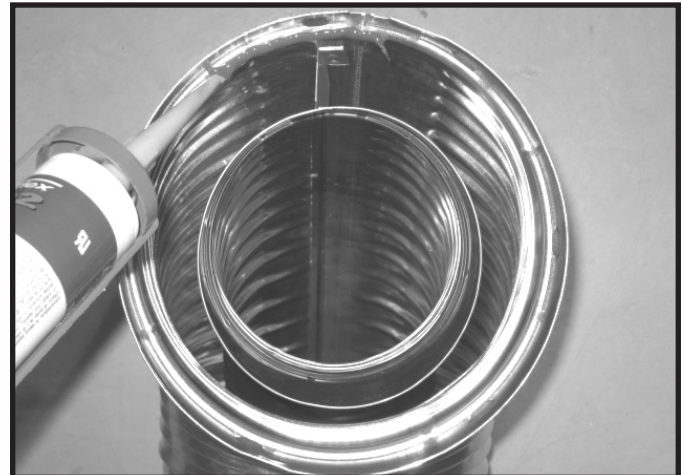

Figure 7.1 Scellant silicone à haute température
- Appliquez une bande de silicone (degré minimum d'exposition continue de 150 °C (300°F)) dans le joint femelle du conduit extérieur avant de relier les sections. Voir la Figure 7.1. **OU**